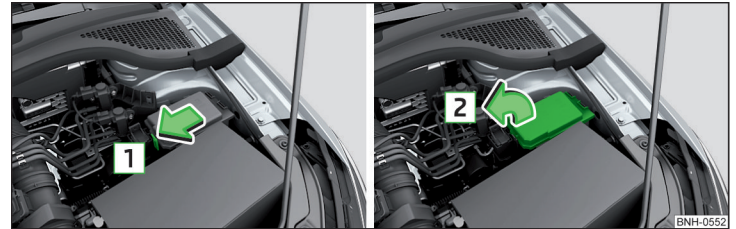
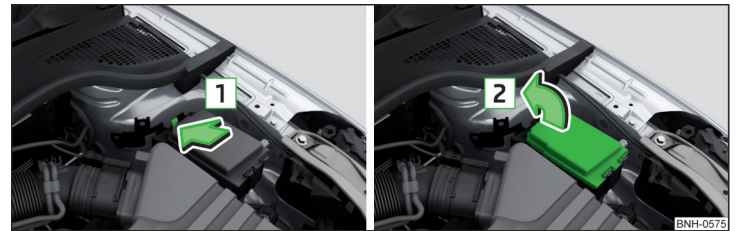

Abb. 265 Abdeckung des Sicherungskastens - Variante 1
Abb. 266 Abdeckung des Sicherungskastens - Variante 2
- Die Verriegelungstaste der Abdeckung in Pfeilrichtung **1** » Abb. 265 bzw. » Abb. 266 drücken und die Abdeckung in Pfeilrichtung **2** abnehmen.